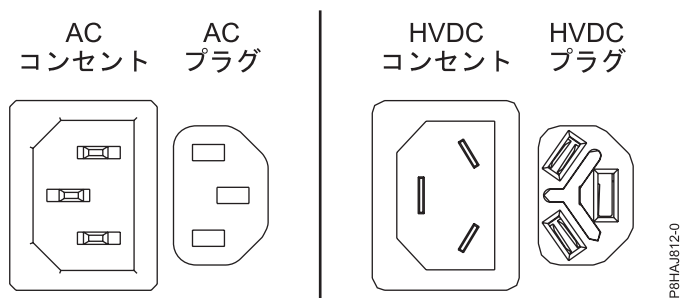
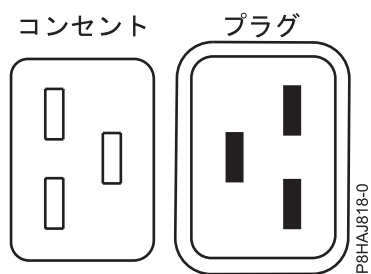
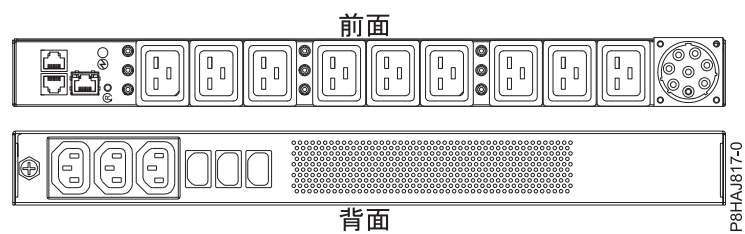

図 15. AC コネクターと HVDC コネクター
図 16. 8408-44E システムのコネクター
図 17. 8408-44E システムの PDU
41 ページの図 15 は、サポート対象の交流 (AC) コネクターおよび高電圧直流 (HVDC) コネクターを示しています。41 ページの図 16 および 41 ページの図 17 は、8408-44E のサポート対象のコネクターおよび電力配分装置 (PDU) を示しています。